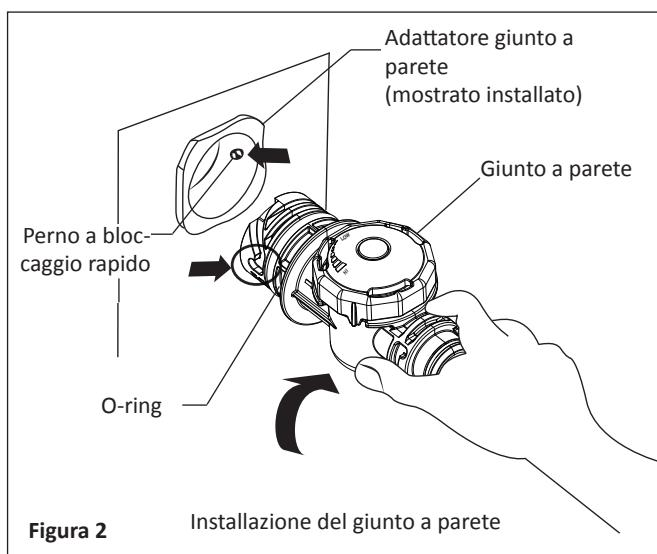

Figura 2
5. Inserire l'adattatore del giunto a parete nel tubo di ritorno filettato 1-1/2" NPT dedicato. Serrare a mano quanto basta. Vedere Figura 2.
6. Allineare il giunto a parete ai perni a bloccaggio rapido all'interno dell'adattatore a parete. Spingere completamente il giunto a parete dentro l'adattatore a parete. Ruotare di un quarto di giro in senso orario per bloccare il giunto a parete. **Tirare delicatamente verso l'esterno per inserire i perni a bloccaggio rapido.** Vedere Figura 2.